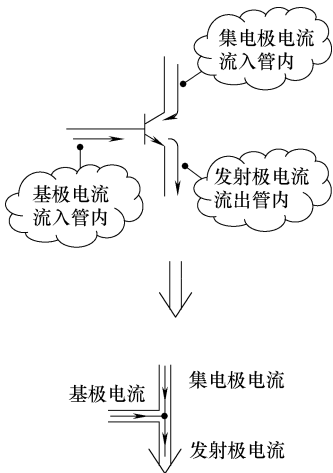

图 1-45 NPN 型晶体管基极电流方向信息判断示意图
3) NPN 型晶体管基极电流方向。图 1-45 所示是 NPN 型晶体管基极电流方向信息判断示意图。